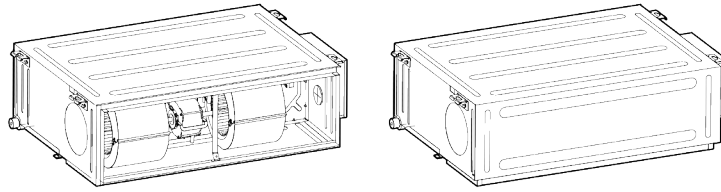

Fig.4.4.4
① L'emplacement d'installation par défaut de la bride rectangulaire est à l'arrière et la plaque de recouvrement de retour d'air est en bas, comme illustré sur la Fig.4.4.4.